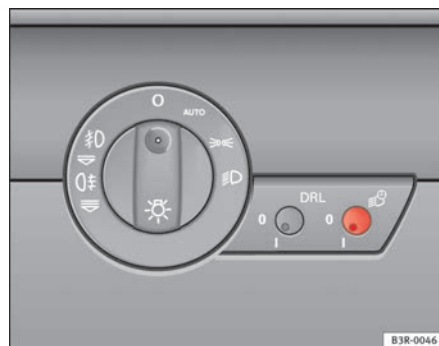

Fig. 85 Detalle del tablero de instrumentos: Funciones coming home y leaving home
- Pulse brevemente el botón ⇒ fig. 85 para sacarlo de su posición.